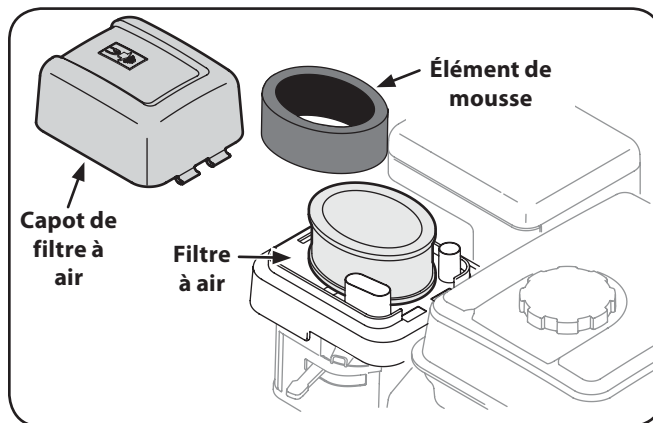

Figure 6-2
1. Appuyez sur les languettes de fixation sur le capot de filter à air et soulevez le capot. Voir la figure 6-2. Remplacez l'élément de papier s'il est très sale ou endommagé. Nettoyez l'élément de mousse ou le remplacez une fois endommagé.